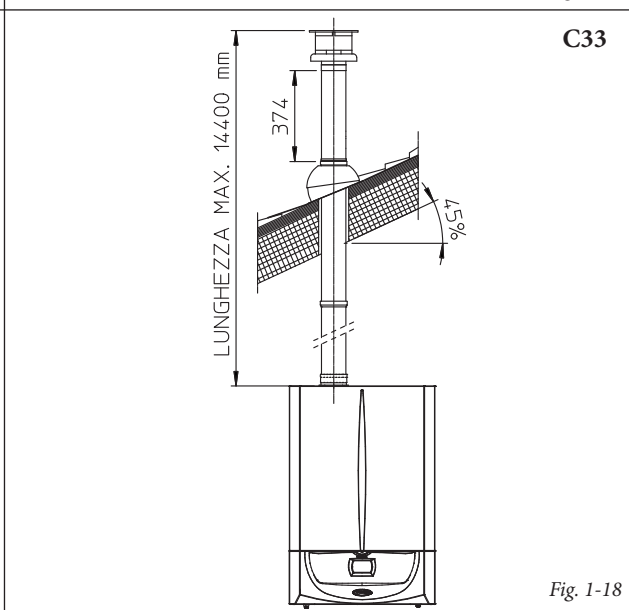

Fig. 1-18
**N.B.:** il kit verticale Ø 60/100 con tegola in alluminio consente l'installazione sulle terrazze e sui tetti con pendenza massima del 45% (24°) e l'altezza tra il cappello terminale e il semiguscio (374 mm) va sempre rispettata (Fig. 1-18).